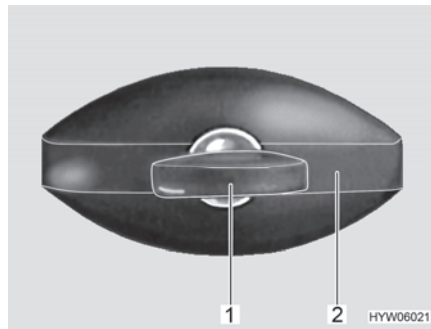

Bild 45 Klappenschloss (ellipsenförmig, verschlossen)
- Schlüssel in Schließzylinder (Bild 45,1) stecken und eine viertel Umdrehung entgegen dem Uhrzeigersinn drehen. Schlossgriff (Bild 45,2) schnappt heraus.